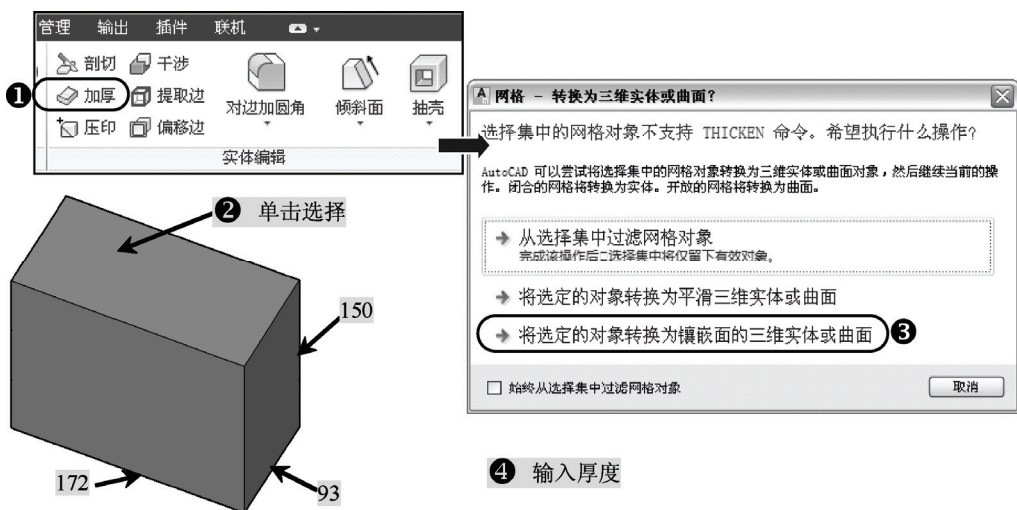

图 14-19 加厚
4) 单击“实体”选项卡, 在“实体编辑”面板中单击“加厚”工具按钮, 选择刚才绘制的立方方格, 确定, 在弹出的“网格-转换为三维实体或曲面?”对话框中选择“将选定的对象转换为镶嵌面的三维实体或曲面”选项, 输入加厚的厚度“9”, 此时该立方网格尺寸转换为 $172 \times 93 \times 150$, 厚度为 9 的箱体, 如图 14-19 所示。